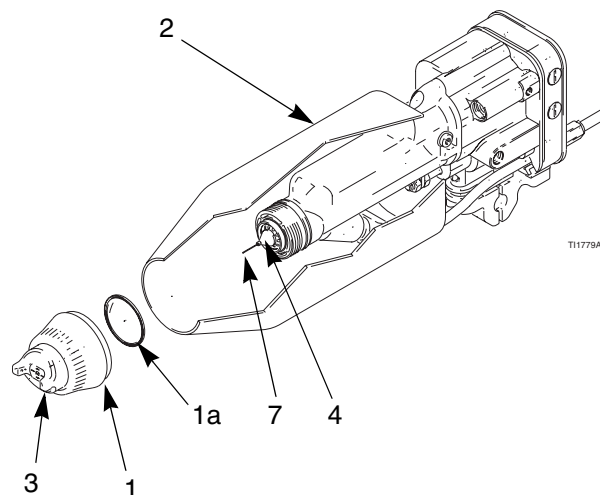

Fig. 15. Nettoyage du chapeau d'air et de la buse
3. Retirer le chapeau d'air (1, 3) et le capotage (2). Voir Fig. 15.
4. Nettoyer la buse (4), le capotage (2) et l'extérieur du pistolet à l'aide d'un chiffon imbibé de solvant ininflammable. Éviter de faire pénétrer du solvant dans les passages d'air. À chaque fois que cela est possible, pointer le pistolet vers le bas pendant le nettoyage.
5. Si du produit semble être resté à l'intérieur des passages d'air de la buse (4), retirer le pistolet de la conduite pour entretien.
6. Nettoyer le chapeau d'air (3) à l'aide de la brosse à poils doux et du solvant ou l'immerger dans un solvant compatible et l'essuyer proprement.